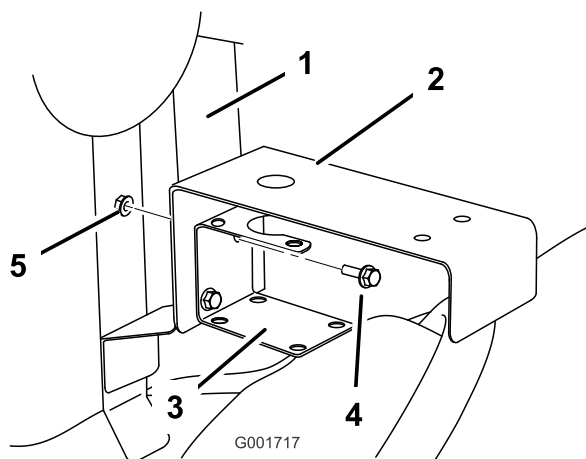

図 11
7. 先ほど取り外した締結具を使って、送液 T 字ブラケットと取り付けフレームとの間に制御バルブブラケットを取り付ける（図 11）。